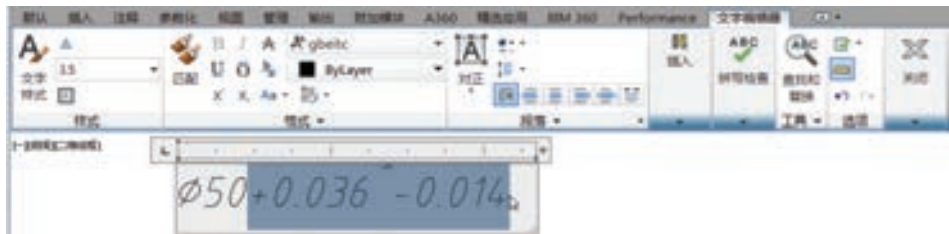

图 4-13 选择要进行格式设置的文字
0.014”，如图 4-13 所示，然后在“格式”面板中单击“堆叠”按钮 ，堆叠结果如图 4-14 所示，最后单击“关闭文字编辑器”按钮 .